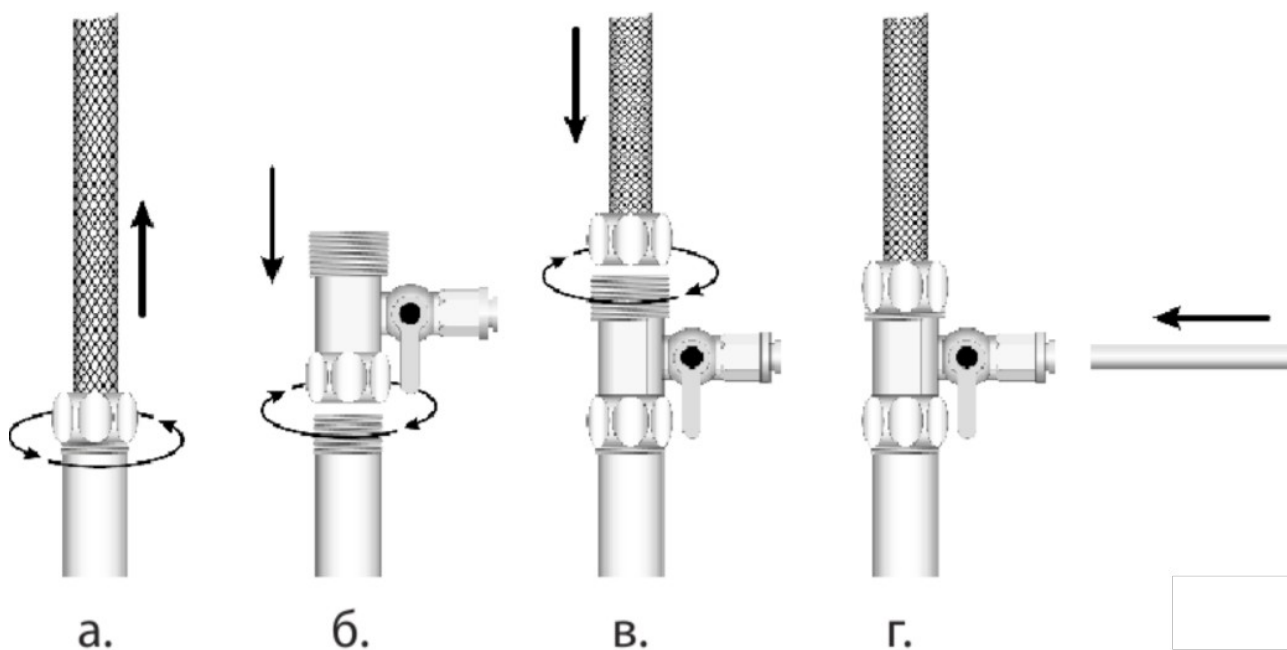

Рис. 2 Установка переходного крана-тройника
- Поставьте ведро под место предполагаемой установки переходника. Оптимальное место для этого — соединение трубопровода с подводкой к смесителю. Обычно эта подводка гибкая. Ослабьте зажимную гайку подводки и слейте остатки воды в ведро. Затем полностью открутите гайку (см. Рис. 2 а).
- Навинтите переходной кран-тройник на трубу (см. Рис. 2 б) и подключите гибкий шланг от смесителя (см. Рис. 2 с).
- Вставьте трубку в клапан до упора (см. Рис. 2 д).